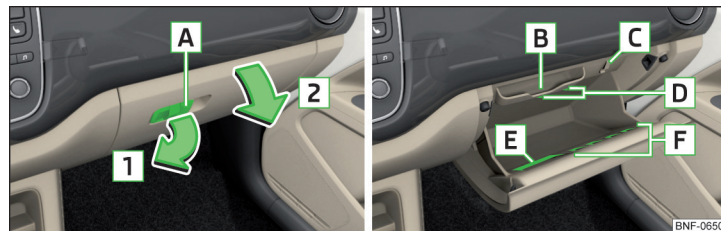

Fig. 71 Deschiderea compartimentului de depozitare/spațiul interior al compartimentului de depozitare
Compartmentul de depozitare » fig. 71
- ▶ Dacă în mânerul de deschidere [A] » fig. 71 se găsește un cârlig rabatabil » fig. 73 la pagina 60, îndepărtați de pe acesta bagajele agățate.